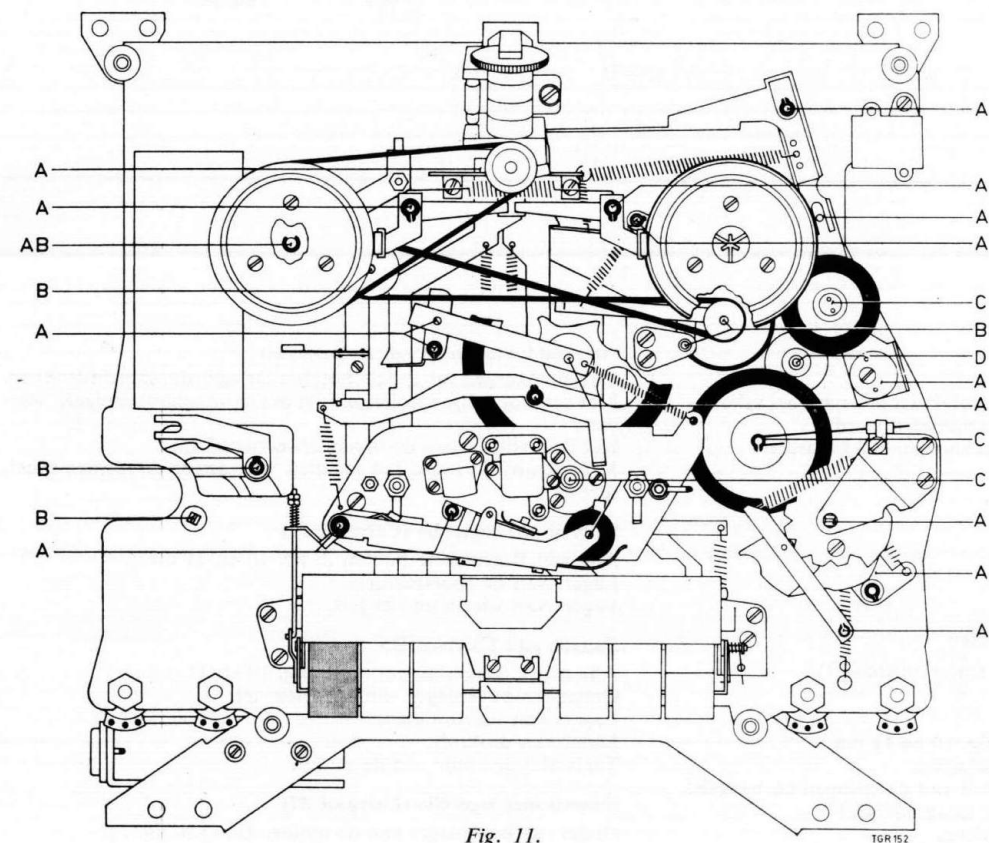

Fig. 11.
- Onder- en bovenlager van de motor. Zie D in fig. 11.